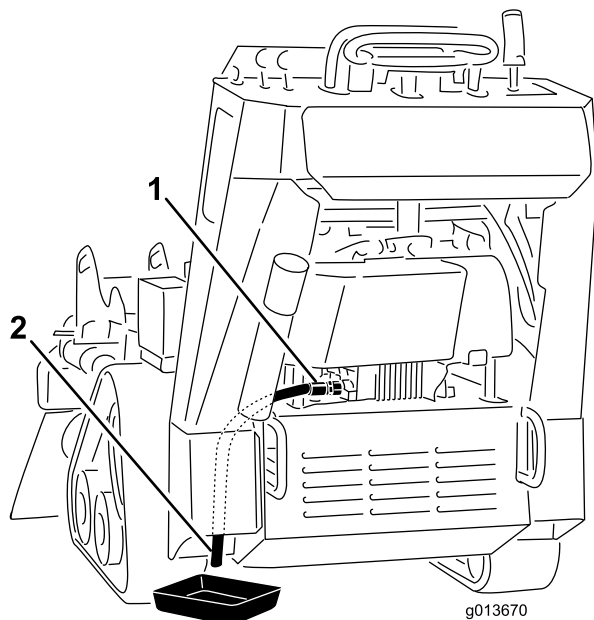

Figura 33
5. Coloque un recipiente debajo del tubo de vaciado. Gire la válvula de vaciado para que se drene el aceite (Figura 33).